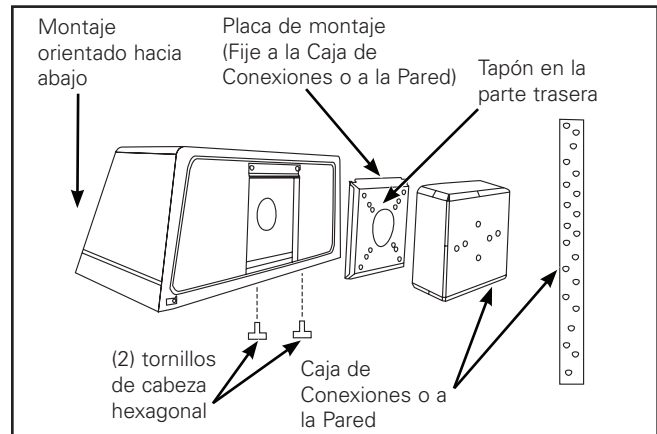

Figura 1.
Montaje (Figura 1.)
4. Monte el tapón aplicado a la placa de montaje a la caja de conexiones o a la pared con el tapón en sentido contrario a la luminaria y fíjela a la estructura. (Figura 1.)